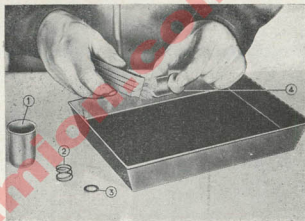

Fig. 28. Limpiando el filtro-tamiz de la bomba de alimentación
Para desmontarlo (fig. 28) basta aflojar la tuerca situada en la parte inferior de la abrazadera metálica y tirar del vaso (1) con cuidado de no perder la junta de goma (3) de la tapa. Se saca a continuación el elemento filtrante (4) y el muelle de presión (2), limpiando el primero con un cepillo y el vaso (1) interiormente con aire a presión y lavándolos después repetidas veces con gasoil limpio. Monte de nuevo todas las piezas, cuidando de que la junta de goma (3) asiente bien, apriete la tuerca de sujeción y, finalmente, purgue de aire el circuito.